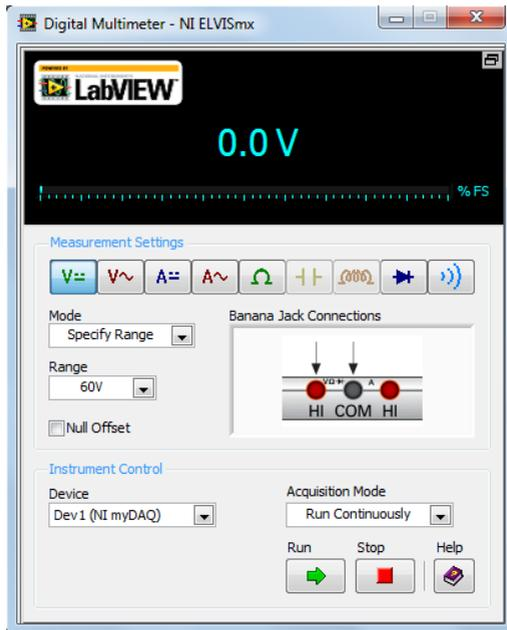

Рис.3.11. Виртуальная панель цифрового мультиметра (DMM).
Цифровой мультиметр DMM (рис.3.11) может выполнять следующие виды измерений: постоянное напряжение ( 60 В, 20 В, 10 В и 200 мВ); переменное напряжение ( 20 В, 2 В и 200 мВ); постоянный ток ( 1 А, 200 мА, 20 мА); переменный ток (1 А, 200 мА, 20 мА), сопротивление ( 200 МОм, 2 МОм, 200 кОм, 20 кОм, 2 кОм и 200 Ом).
1) Запустите виртуальный мультиметр. Для этого перейдите в меню *Пуск/ Все программы/ National Instruments/ NI ELVISmx for NI ELVIS& NI myDAQ/ NI ELVISmx Instrument Launcher*. Для запуска прибора выберите иконку DMM на лицевой панели. Откроется виртуальная панель цифрового мультиметра (рис.3.11). Для измерения сопротивления необходимо выбрать соответствующий режим работы мультиметра, нажав на кнопку  .
В области “*Banana Jack Connection*” (штырьковые разъёмы) (рис.3.11) отображается схема подключения разъемов. Согласно схеме необходимо подключить черный и красный щупы в соответствующие по цвету гнезда разъемов на лицевой стороне NI myDAQ (рис.3.6).